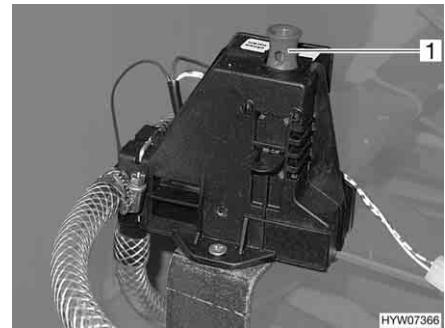

Fig. 175 Valvola di sicurezza/di scarico
- Chiudere la valvola di sicurezza/di scarico (Truma). A seconda del modello ruotare la manopola (Fig. 174,1) trasversalmente rispetto alla valvola di sicurezza/di scarico e premere il bottone a pressione (Fig. 174,2) oppure tirare verso l'alto l'interruttore a scatto (Fig. 175,1).